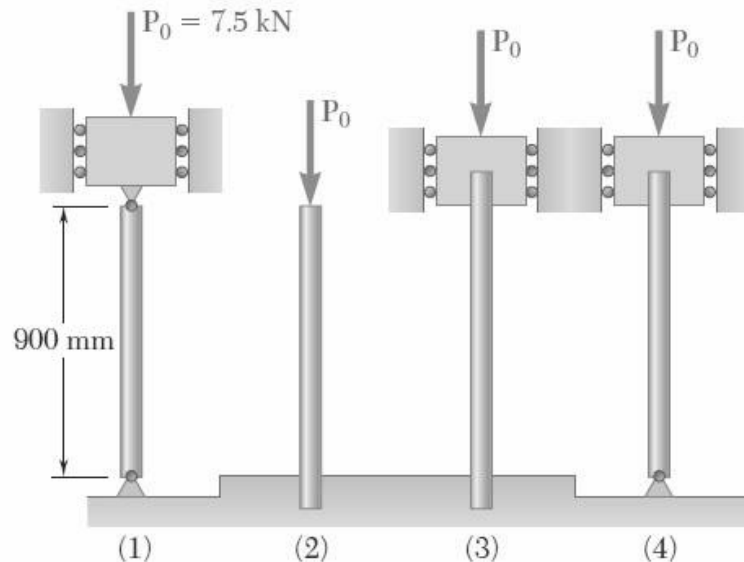

Figura 6.1
6.1.2 Cada uma das colunas de secção circular de diâmetro 20mm tem os apoios indicados na Figura 6.1. Determine a carga crítica para cada uma delas. $\sigma_c = 220\text{MPa}$, $E = 200\text{GPa}$.